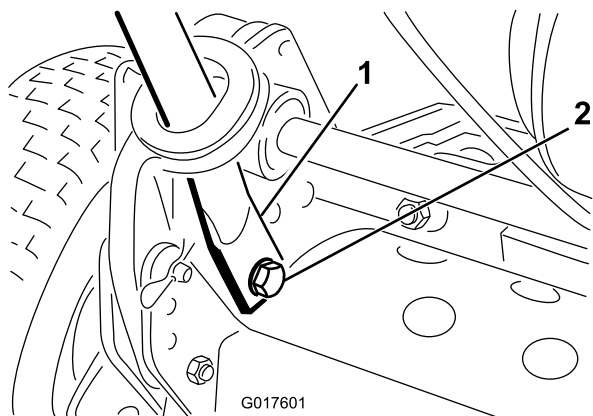

Figura 4
- Faça força para dentro nas extremidades do manípulo e instale-as nos pinos de montagem (Figura 4).
- Prenda as extremidades do manípulo nos pinos de montagem com os parafusos, anilhas e anilhas de bloqueio fornecidos (Figura 4).
- Prenda a parte inferior dos braços do manípulo a cada lado do cortador com os parafusos e porcas de bloqueio previamente retirados (Figura 4). Assegure que instala os casquilhos nos furos de montagem do braço do manípulo.
- Prenda os braços do manípulo à parte posterior do chassis com os pinos de segurança e ganchos de anel previamente retirados (Figura 4).